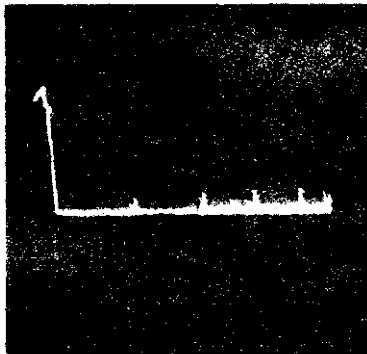
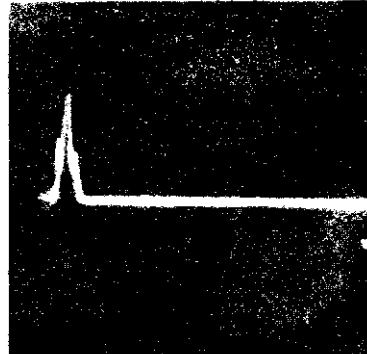

Abb. 18
Abb. 19
- Am Einstellschlitz „H“ mit Hilfe des am Sichtgerät hängenden Schlüssels die Helligkeit des Schirmbildes so einregeln, daß es gut sichtbar, aber nicht zu hell ist (Abb. 18). (Bei zu großer Helligkeit sind die Entfernungsmarken unter Umständen nicht mehr gut zu sehen (Abb. 19);